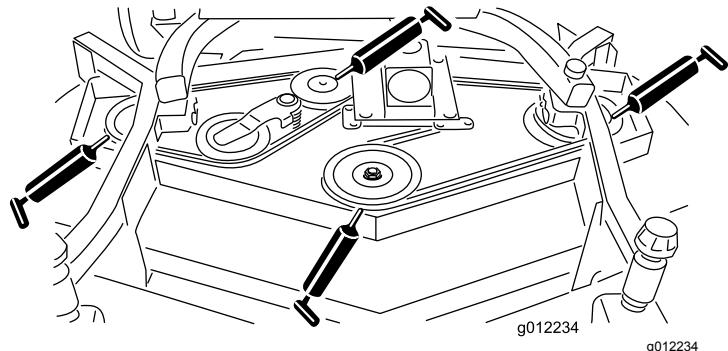

Figura 20
- Cojinetes del eje del brazo tensor (Figura 20)
- Cojinetes del eje (3) (situados debajo de la polea) (Figura 20).